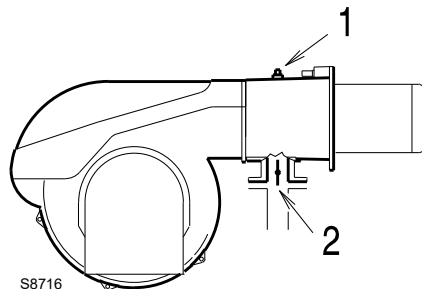

Fig. 23
Pression de gaz mesurée à la prise 1)(Fig. 23), avec :
Perte de charge vanne papillon gaz 2)(Fig. 23) avec ouverture maximale : 90°.
- soustraire de la pression du gaz à la prise 1)(Fig. 23) la pression dans la chambre de combustion.
$$\begin{aligned} \text{Pression de gaz à la prise 1)(Fig. 23)} &= 17,0 \text{ mbars} \\ \text{Pression dans la chambre de combustion} &= 3,0 \text{ mbar} \\ 17,0 - 3,0 &= 14,0 \text{ mbar} \end{aligned}$$
Pour connaître par contre la pression de gaz nécessaire à la prise 1)(Fig. 23), après avoir défini la puissance de modulation maximale à laquelle on désire faire fonctionner le brûleur:
- Lire sur la droite, colonne 1, la pression à la prise 1) (Fig. 23).
pression nécessaire à la prise 1)(Fig. 23).